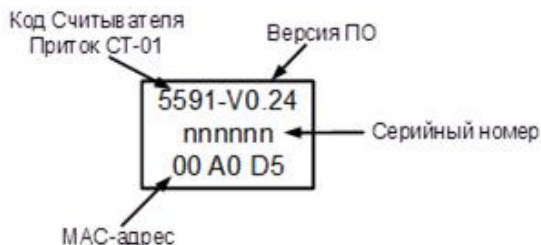
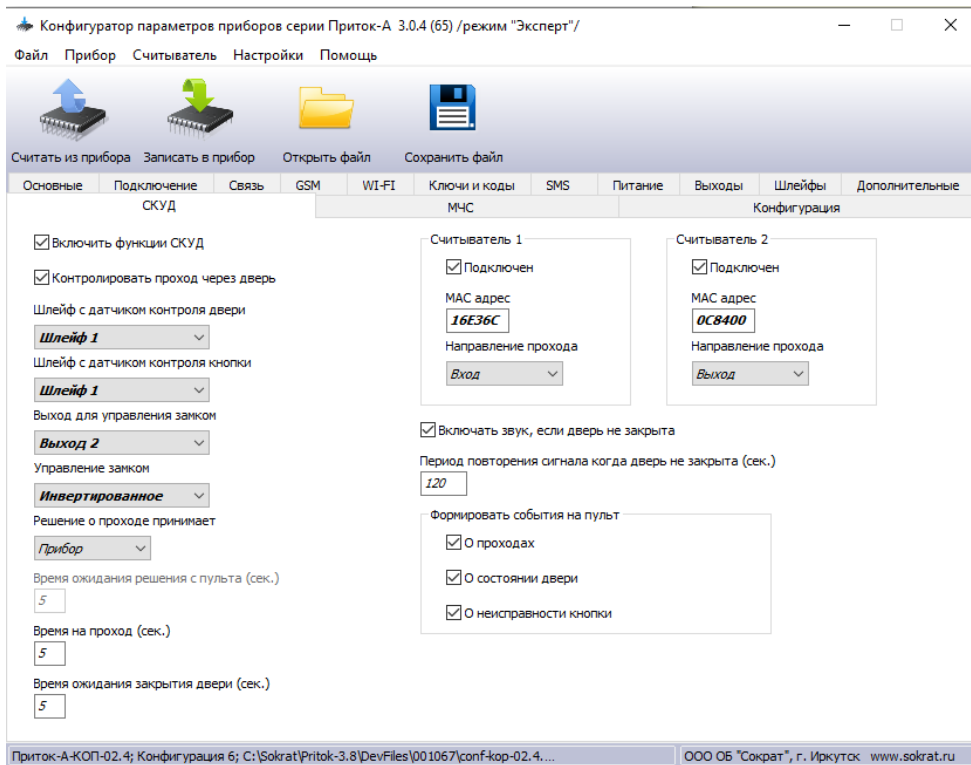

Рисунок 4 – Шильдик на плате считывателя
Рисунок 6.
- Поле **«MAC адрес»** содержит уникальный трехбайтовый код, который присваивается прибору на этапе производства. Значение MAC-адреса указано на шильдике, который приклеен на лицевой стороне платы (см. рисунок 4).
Для работы функций СКУД перейдите во вкладку «СКУД» (см. Рисунок 6), включите функции СКУД и заполните все поля, включая MAC-адрес считывателя, взятого с шильдика (см. Рисунок 4). Назначение каждого поля программа «Конфигуратор параметров приборов серии Приток-А» выдает в виде подсказки при наведении маркера на интересующее поле. Изучите руководство по эксплуатации прибора КОП, используемого совместно со считывателем.